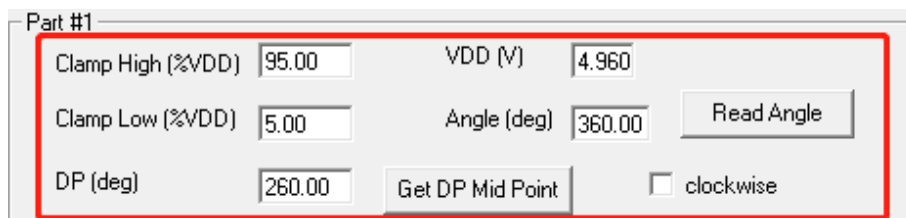

图 4.2.5
4、芯片上电工作完成后开始设置芯片预期输出参数值。请参阅软件介绍 4.1.1 中 3 部分的说明。如图 4.2.5，手动输入芯片预期输出的高钳位电压/低钳位电压 (Clamp High/Clamp Low) 的值，当前设置 Clamp High 为 95%，Clamp Low 为 5%，注意单位为供电电源的电压百分比；其中 VDD 为编程芯片当前供电电压（单位为：V），之前步骤点击 Power on 时编程器自动读出并更新，不需要手动修改。Read Angle 按钮可读取当前芯片的时时角度值（单击刷新）。DP 点为芯片 0 点的位置，可自行填写，单位为：度，也可以将磁铁旋转于芯片编程区域内，点击 Get DP Mid Point 按钮获取 DP 点设置值，当前为手动填写 260°。